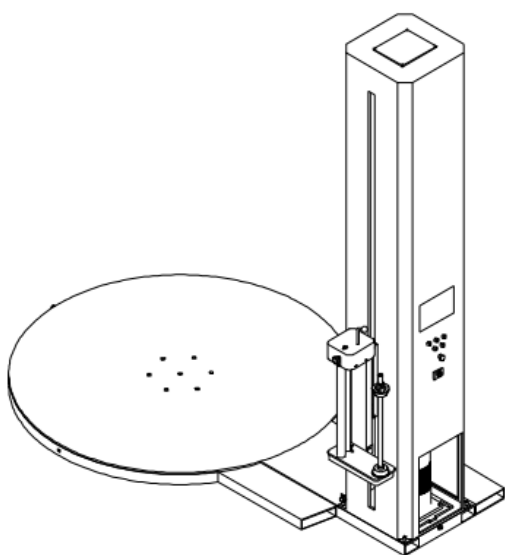

Рис. 2-12
4. Как показано на Рис. 2-12, установите каретку с пленкой на вертикально расположенной колонне и закрепите ее 4 шт. винтов M10.